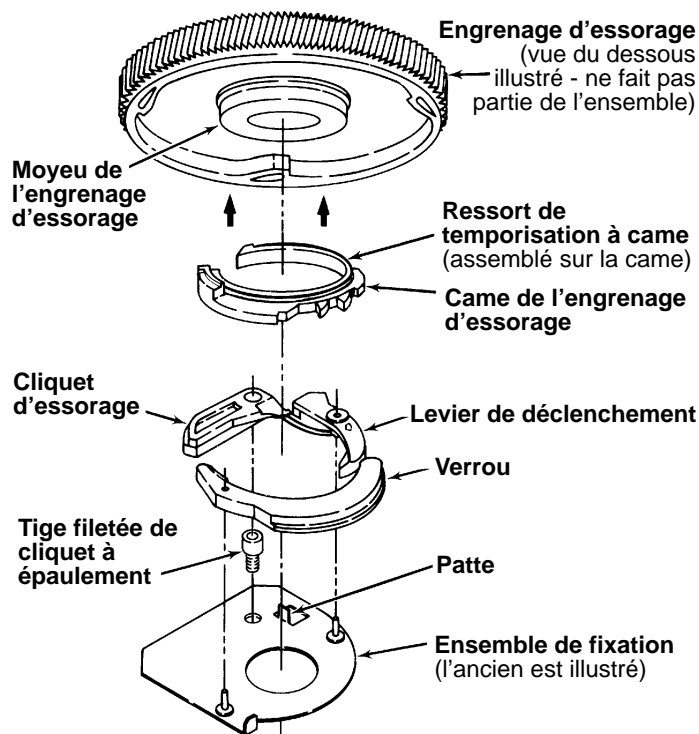

Figure 3
3. Si la réponse au numéro 1 est non, utiliser alors la petite tige filetée de cliquet et l'ancien ensemble de fixation. (Se reporter à la Figure 3, ensemble de fixation.)